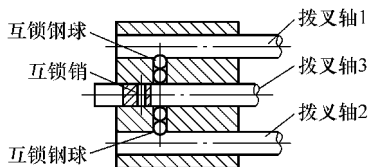
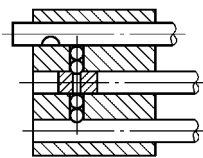

图 3-33 互锁装置
图 3-35 拨叉轴 3 和 2 被锁止在空档
(1) 互锁装置 可以阻止两个拨叉轴同时移动, 防止同时挂入两个档位, 避免因同时啮合的两档齿轮其传动比不同而互相卡住, 造成运动干涉甚至造成零件损坏如图 3-33 ~ 图 3-35 所示。互锁装置的结构形式很多, 最常用的有锁球式和锁销式。